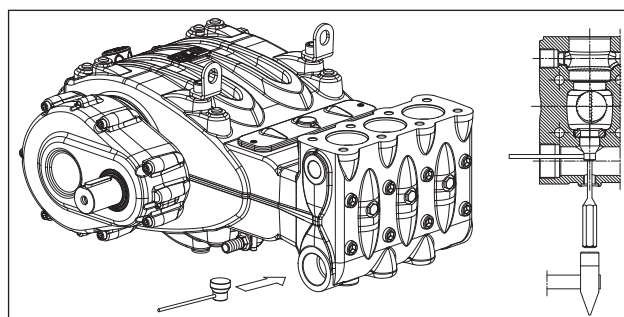

图 104
如果吸入阀组的抽出格外困难 (例如用于泵长期未使用而结硬壳) · 可使用代码为 27516200 的 (①, 图 104) 拔取器工具并按照指示操作。